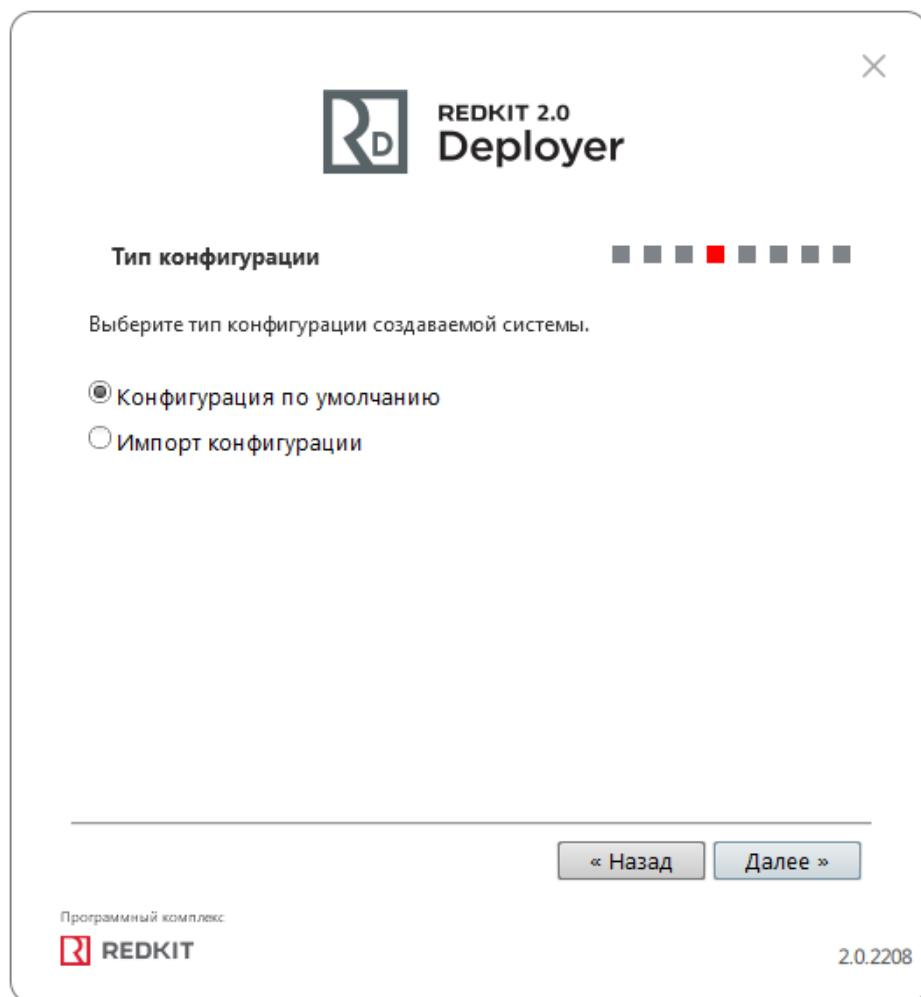

Рисунок 16 - Тип конфигурации
8. Выберите тип конфигурации Конфигурация по умолчанию и нажмите Далее (Рисунок 16).